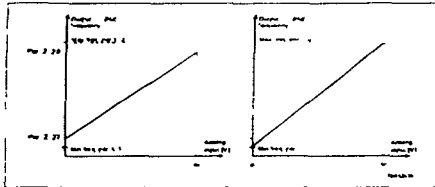

Figure 6-5-5 Reference scaling Figure 6-5-6 Reference scaling, par 2 15 = 0
- Setting limits: 0 < par 2 27 < par 2 28 < par 1 2 If par 2 28 = 0 scaling is set off See figures 6-5-5 and 6-5-6